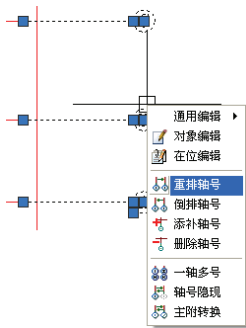

图 2-58 选择“重排轴号”命令
2) 选中轴号标注, 单击鼠标右键, 在弹出的快捷菜单中选择“重排轴号”命令, 如图 2-58 所示。